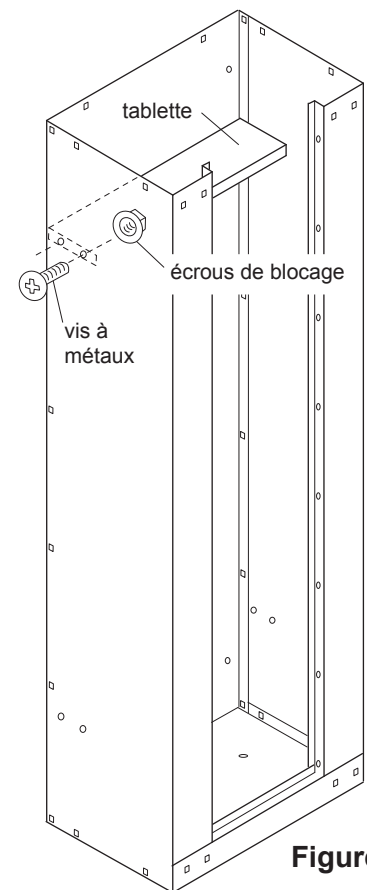

Figure 3
Utilisez la série de trous supérieurs dans les panneaux latéraux et assemblez la tablette à l'aide de (4) vis à métaux et écrous de blocage. (Voir la figure 3.)